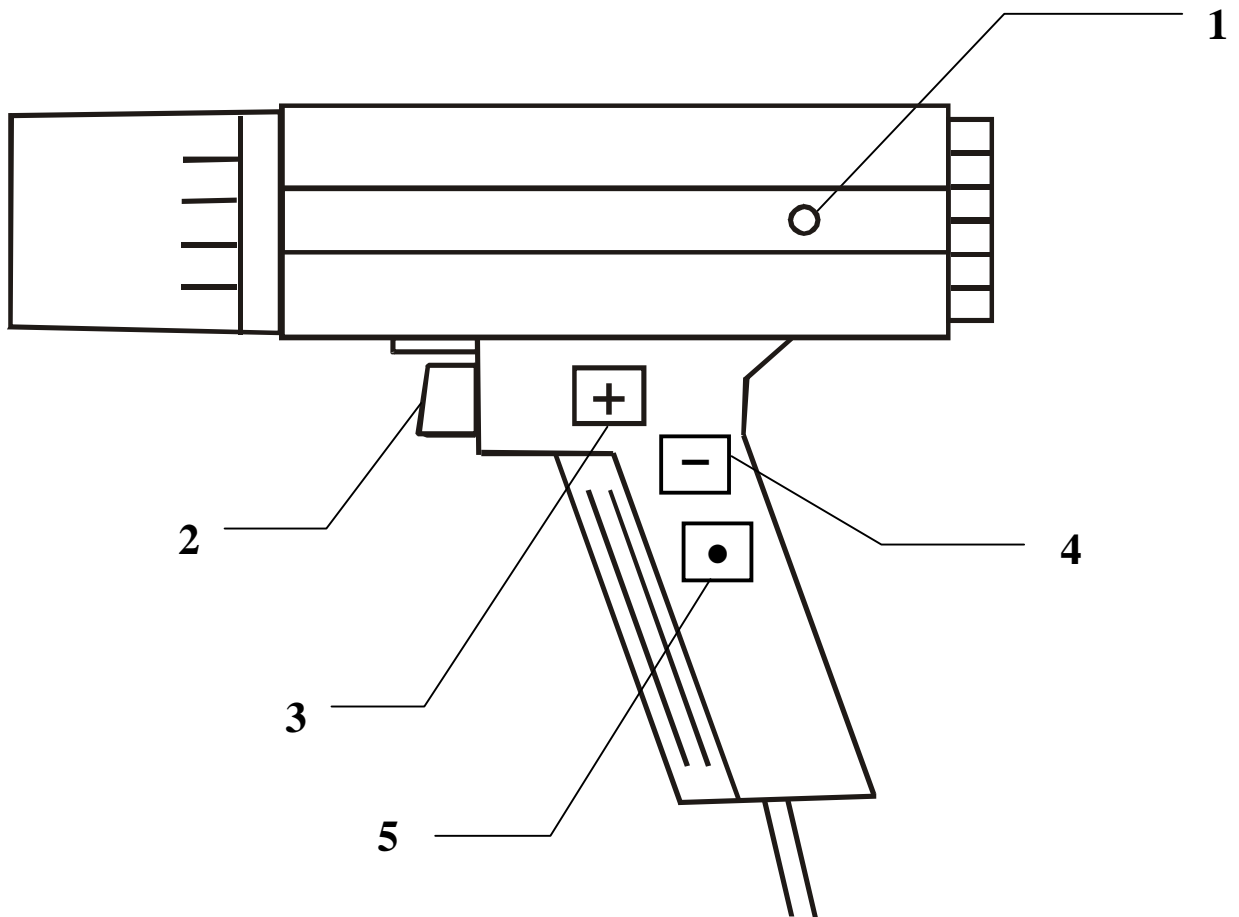

Рис. 1
Стробоскоп СА-4 выполнен в виде пистолета с линзой, дающей хорошую фокусировку луча (см. рис.1).
3. Для более полной диагностики центробежного регулятора можно снять его характеристику. Для этого при увеличении оборотов в нескольких контрольных точках необходимо совместить метки с помощью регулятора задержки и нажать кнопку записи значения УОЗ на рукоятке стробоскопа (кнопка 5 на рис.1). При этом эти точки будут отмечаться на графике, который можно наблюдать на экране монитора.